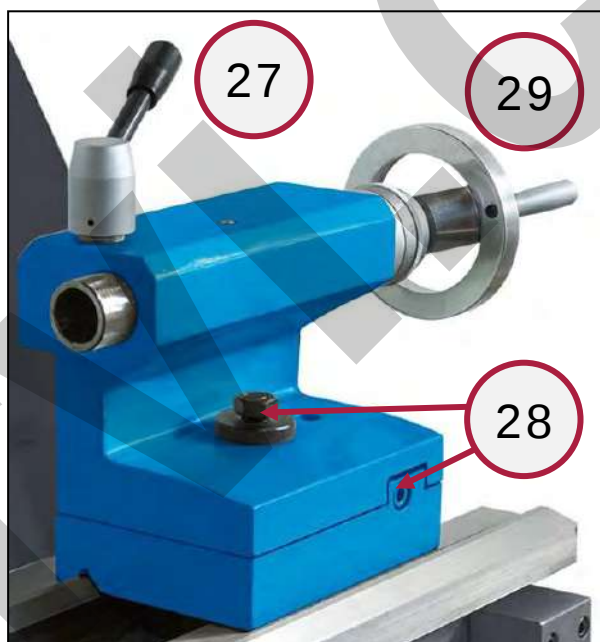

Figura 29 – Leva e volantino contropunta.
3. Se necessario, bloccare l'estremità opposta del pezzo tramite la contropunta. A tal proposito, regolare la posizione della contropunta e del cannotto, utilizzando la leva ed il volantino di fissaggio appositi (Figura 29).